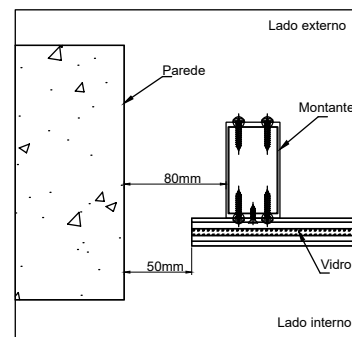

figura 9: Folga padrão do guarda-corpo Nóbili e Autoritá.
j) A folga padrão do guarda-corpo tanto Nóbili quanto Autoritá, será em ambos a mesma folga, conforme figura 9.